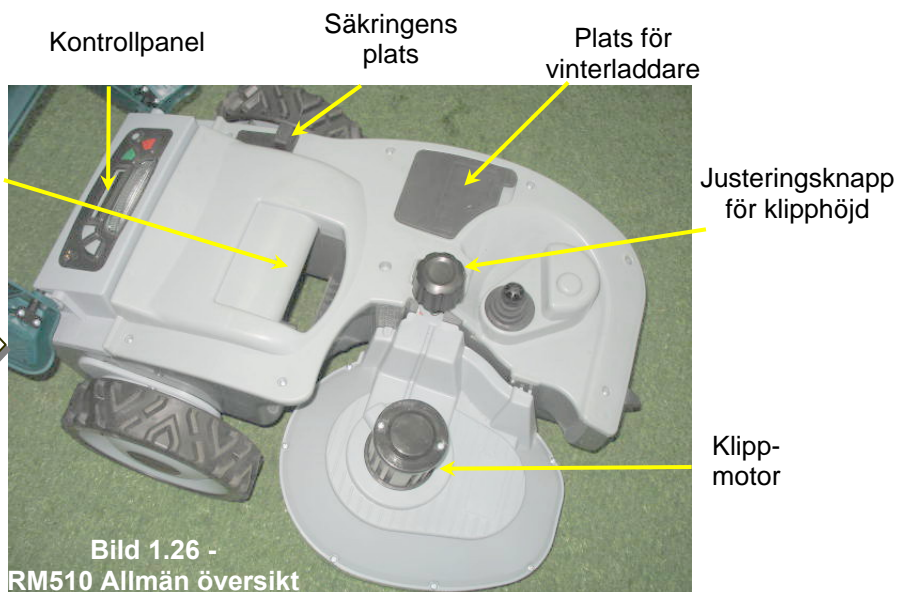

Bild 1.26 -
- För att ändra klipphöjden, vrid höjdjusteringsknappen för klipphöjden, som visas i bild 1.26.